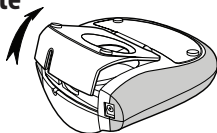

Abbildung 3
1. Drücken Sie auf den Kassettendeckel, um das Etikettenfach zu öffnen. Siehe **Abbildung 3**.